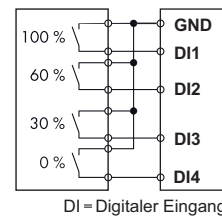

Bild 11: Verschaltungsbeispiel - RSE
- ☞ Kabelanforderung einhalten. (siehe Def. unter Bild 11)